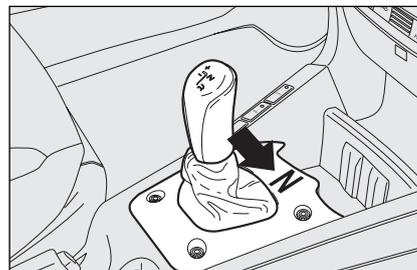

fig. 12
Per consentire la messa in folle (N) del cambio (con vettura ferma e pedale del freno premuto) occorre spostare la leva di comando verso destra **fig. 12**.